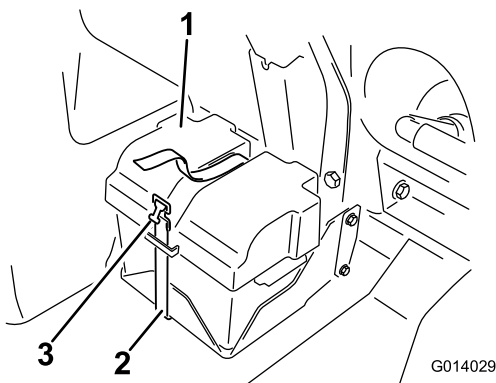
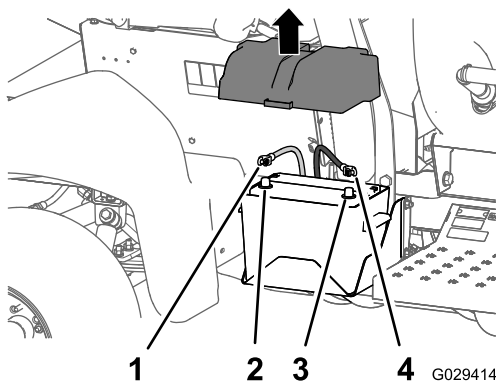

Figura 2
Figura 3
1. Retire a cobertura da bateria e desligue o cabo negativo (preto-terra) do pólo da bateria (Figura 2 e Figura 3).
2. Desligue o cabo positivo (vermelho) do borne da bateria (Figura 3).